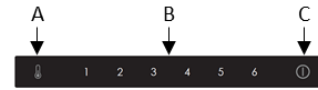

Fig.3
des conditions normales de fonctionnement, il n'y a pas besoin de dégivrer régulièrement le congélateur. Pour faciliter son entretien et son nettoyage, l'appareil dispose d'un mode de dégivrage forcé qu'il est possible d'activer en appuyant sur les capteurs A et C (Fig. 3) pendant environ 3 secondes. Le capteur de réglage de la température du réfrigérateur (A) clignote pour confirmer que la fonction de dégivrage forcé est activée. Cette fonction s'arrête automatiquement quand la température du congélateur atteint 10 à 12°C. À noter : Si vous trouvez régulièrement de l'accumulation de glace ou des flaques d'eau dans votre congélateur, il est possible que la porte ne ferme pas hermétiquement. Il est probable que le joint d'étanchéité est défaillant ou mal posé, ou que l'habillage de porte est mal fixé ou trop lourd. Pour de plus amples informations, consultez le chapitre sur le dépannage traitant de l'accumulation de glace.